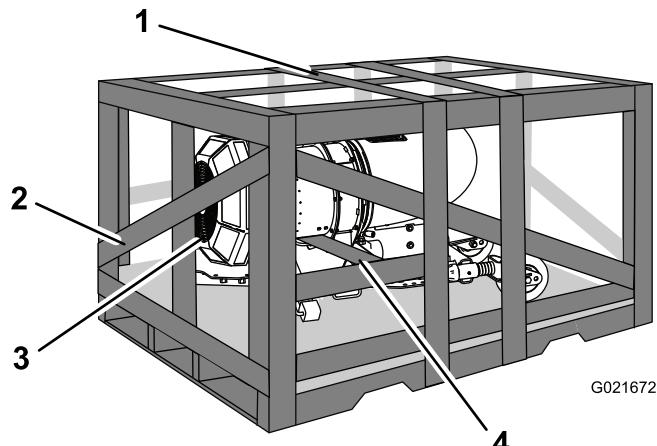

Figura 3
1. Togliete la parte superiore della cassa (Figura 3).
2. Rimuovete l'estremità della cassa rivolta verso la parte superiore della macchina (Figura 3).
3. Rimuovete la tavola che si trova sotto la scatola del soffiatore (Figura 3).